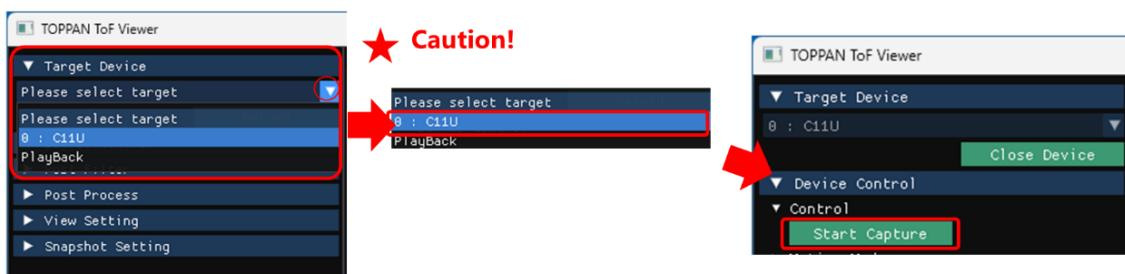

Figure 13. デバイスの選択から“Start Capture”まで
Figure 13 を参考に、TOPPAN ToF Viewer を起動して、左メニューにある“Target Device”内のデバイスリストの中から“C11U”を選択してください。デバイスリストに表示されていない場合は、“Reload”ボタンを押すと再度カメラデバイス接続を確認します。デバイス(カメラ名)選択後、少しの読み込み時間があります。その後、“Start Capture”を押してください。
- 本アプリケーション起動後初回のカメラデバイス選択時★(Figure 13)に、カメラ内部キャリブレーションのため、VCSEL が約 3 秒間発光します。カメラ内部キャリブレーション期間中に接続した ToF カメラを覗き込まないでください。